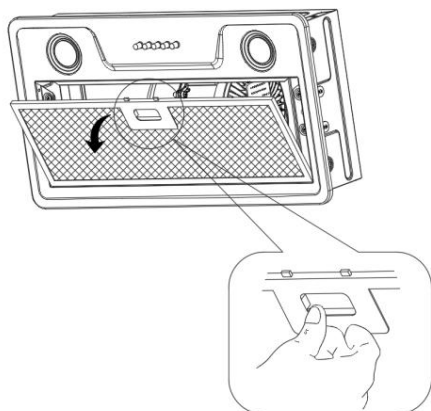

Рисунок 5
3) Снимите алюминиевый жировой фильтр, нажав на пружинную защелку на краю. **(Рисунок 5)**